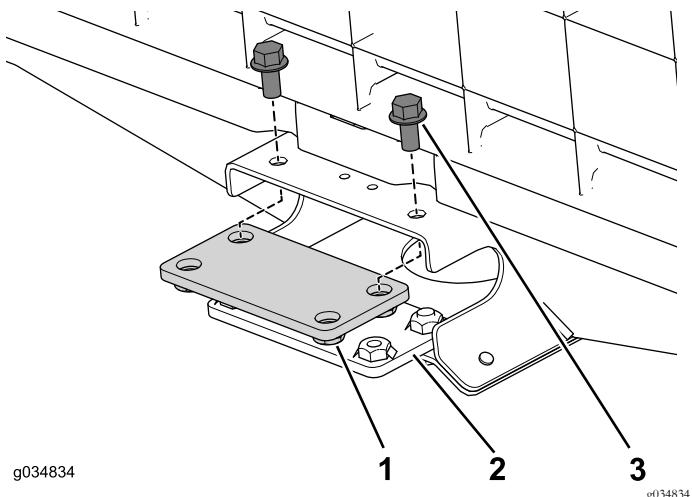

图21
1. 使用 4 个凸缘螺栓 3/8 x 3/4 英寸将顶部和底部连接板松松地安装到机器前部的中央通道上 图21。